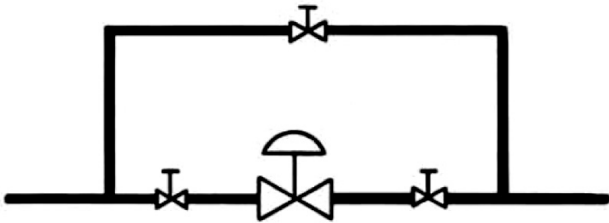

图 2
3.2 为了能够在中期检验、维护和拆除阀门时无需断电，在 10000 系列阀门每侧提供了手动操作的截止阀，在旁通管道配备了手动操作的节流阀（参见图 2）。